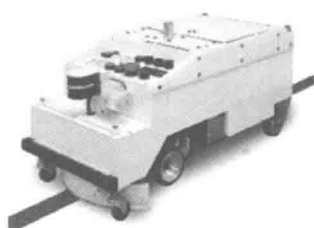

图 3-52 搬运机器人
(5) 搬运机器人 (Automated Guided Vehicle, AGV) 搬运机器人如图 3-52 所示。可广泛应用于烟草、汽车制造、电子、纺织、医疗、食品、造纸等行业。物流操作涉及各行各业, AGV 是物流装备中自动化水平最高的产品, 拥有巨大的市场空间。